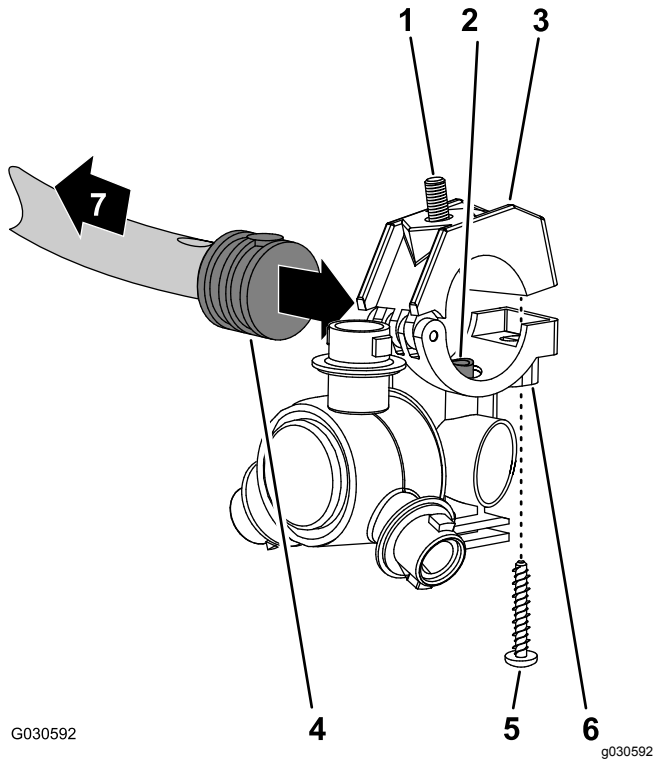
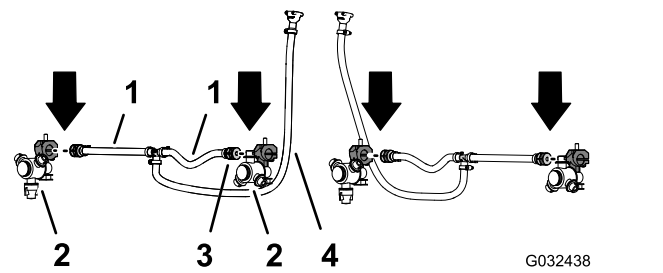

Figura 80
Figura 81
- Trabalhando com bicos do pulverizador que removeu no 12 Retirar os tubos do bico do pulverizador no sistema da secção 3 \(página 33\), retire os parafusos de aço inoxidável que prendem o grampo superior às selas (Figura 80).
- Localize o orifício na lateral da haste do tubo estriado simples na extremidade do tubo (25 cm) do conjunto do tubo (válvula do pulverizador 5 ou 6) para a secção da rampa central (Figura 80 e Figura 81).
- Alinhe o tubo de transferência na sela de um bico do pulverizador (Figura 80) com o orifício na lateral da haste do tubo estriado simples (13 mm).
- Feche a metade do grampo superior em torno da haste do tubo roscado e prenda a metade do grampo e o corpo do bico do pulverizador (Figura 80) com o parafuso de aço inoxidável (n.º 12 x 1-¼ pol.); aperte o parafuso de aço inoxidável com 226 a 282 N·m.
- Repita os passos 2 a 4 para as hastes do tubo estriado simples do outro conjunto dos tubos (válvula do pulverizador 5 ou 6) para a secção da rampa central (Figura 80 e Figura 81).